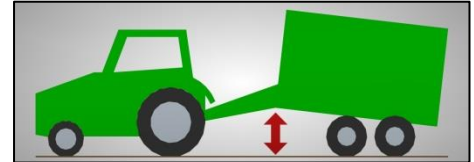

Bild 13: Deichselverstellung
- im angekuppelten Zustand der Maschine die vordere Maschinenhöhe angepasst werden (Bild 13).